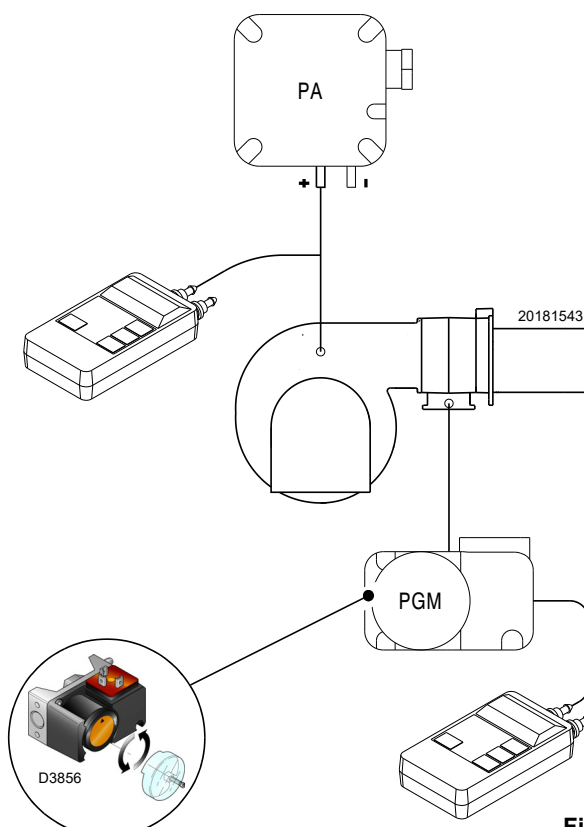

Fig. 32
- Regolare il pressostato gas di massima (Fig. 32 a pag. 31) a fine scala.
Eseguire la regolazione del pressostato gas di massima (Fig. 32) dopo aver effettuato tutte le altre regolazioni del bruciatore con il pressostato gas di massima regolato a fine scala.